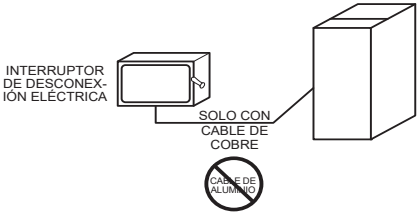

Fig. 34 – Caja eléctrica externa no incluida en la carcasa del calefactor
- Taladre dos (2) agujeros guía de 1/8 in (3 mm) a través de las hendiduras de la carcasa del calefactor cerca del agujero prepunzonado de 7/8 in en uno de los lados de la carcasa. No quite la tapa del agujero prepunzonado del lado de la carcasa.
- Conecte los cables de alimentación y neutro del sitio a los cables de alimentación del calefactor dentro de la caja eléctrica externa, como se muestra en la Fig. 34.